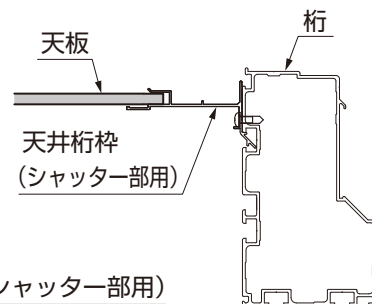
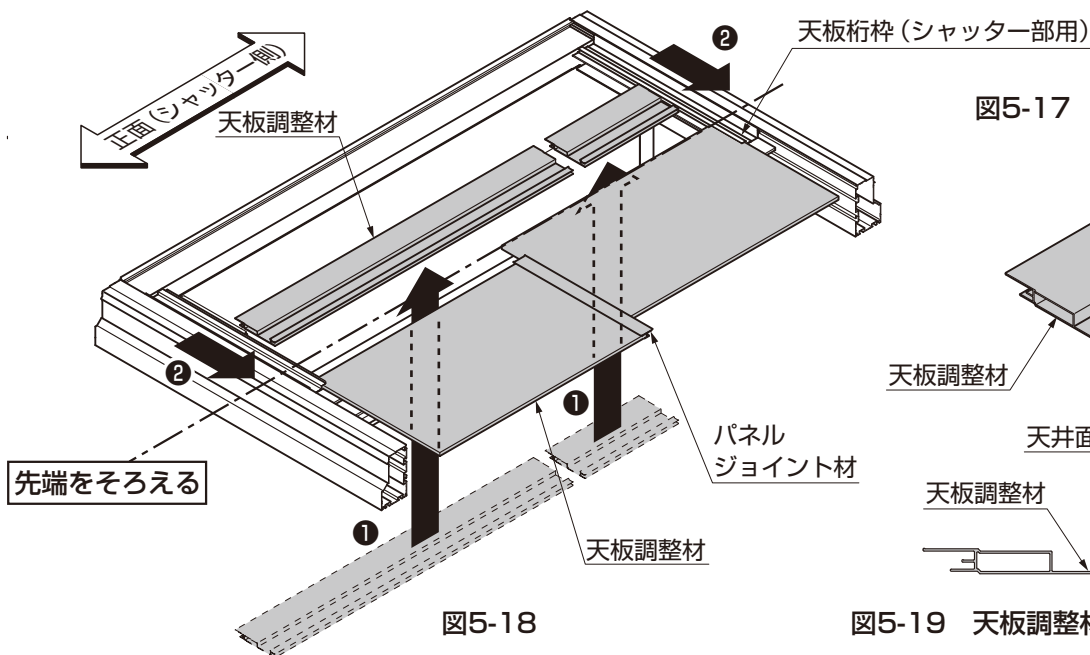

図5-17 天井面材の納まり
図5-18
- ①天井面材を天井端部梁の上をスライドさせながら天井桁枠（シャッター部用）の溝に差込んでください。（図5-17参照）
- ③パネルジョイント材とはめ合わせた天井面材を①の手順と同様にスライドさせながら天井桁枠（シャッター部用）に差込んでください。（図5-17、図5-18参照）
- ④初めに差込んだ天井面材をパネルジョイント材に差込んで、先端をそろえてください。（図5-18参照）
- ⑤天板調整材を天井面材に差込んでください。（図5-18参照）